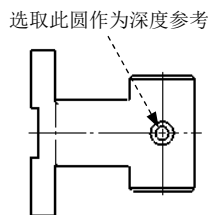

图 6.13.7 定义深度参考
Step3. 选择深度参考。选取图 6.13.7 所示的圆作为深度参考。